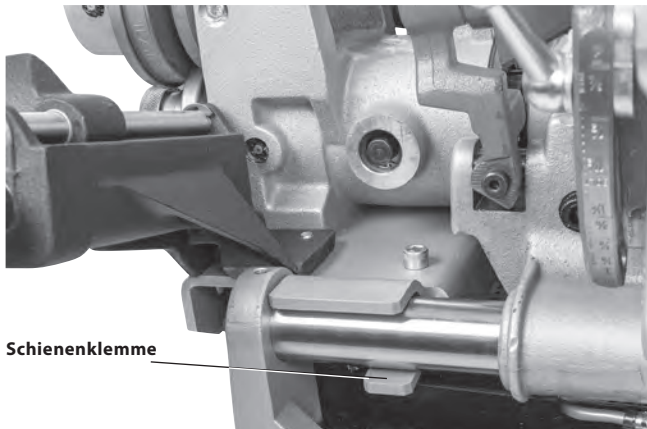

Abbildung 8D - Installation der Schienenklemme
7. Legen Sie die Schienenklemme unter die hintere Schlittenschiene und sichern Sie sie. *Siehe Abbildung 8D*.